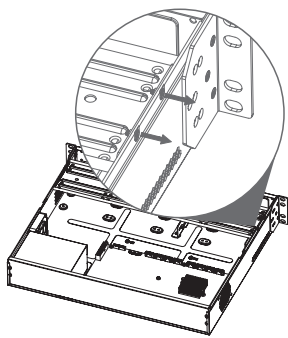
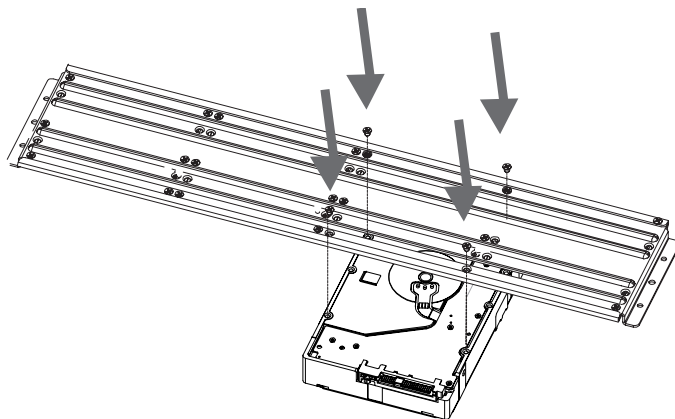
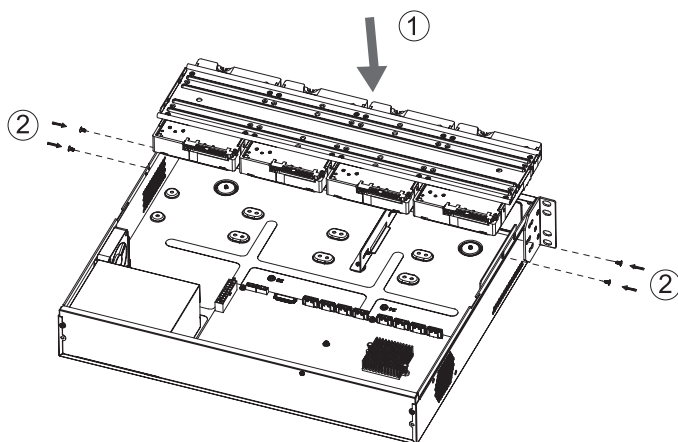

Рисунок 5
Рисунок 6
Рисунок 7
2) Отсоедините крепежные рейки открутив винты крепления рисунок 5. Закрепите жесткие диски к крепежной рейке рисунок 6. Зафиксируйте крепежную рейку рисунок 7. Подключите SATA кабель и кабель электропитания HDD, как показано на рисунке 8.